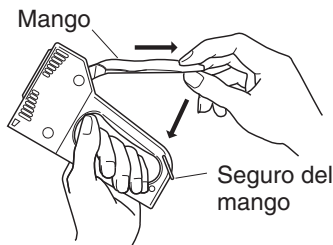

Figura 2
1. Sostenga firmemente la herramienta (vea la Figura 2).
2. Hale al mango hacia fuera para soltar, luego empujelo hacia abajo (vea la Figura 2).